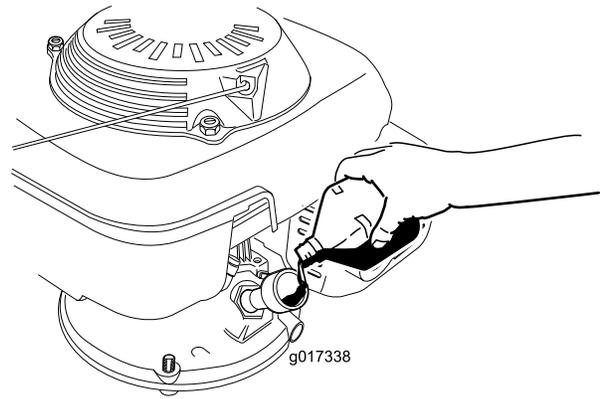

図 7
3. **ゆっくりと** 補給穴からオイルを入れ、3分間待つてからきれいに拭いたディップスティックを差し込み、**但しねじ込まない**ようにして穴の奥まで入れる 図 7。